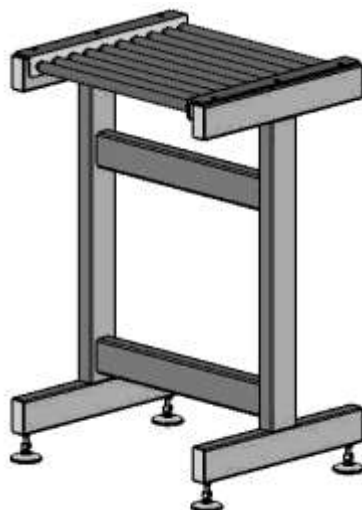

Рисунок 5
4. Рольганг WellPak- 550 Д4 (рисунок 5):